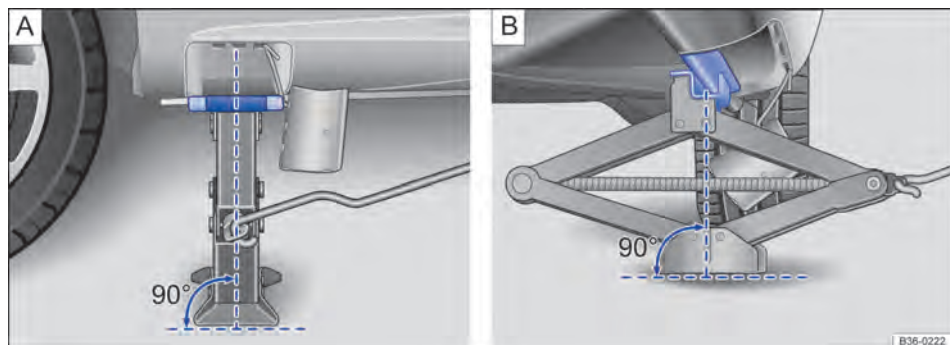

Fig. 281 Macaco posicionado no lado esquerdo traseiro do veículo.
10. Garantir que a base do macaco, com toda sua superfície, esteja sobre o chão e que a base se encontre perpendicularmente abaixo do ponto de colocação → Fig. 281.
11. Alinhar o macaco e, simultaneamente, levantar a garra do macaco até ela se encaixar na travessa debaixo do veículo → Fig. 281.
- Posicionar o macaco somente nos pontos indicados. A garra do macaco deve se encaixar no perfil da longarina de forma segura → Fig. 281.